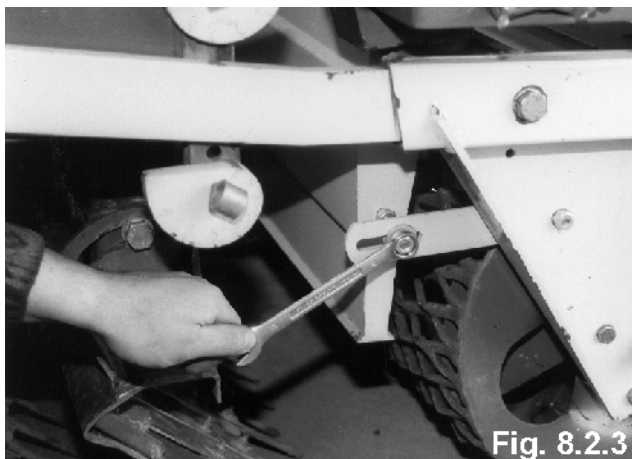

Fig. 8.2.3
- Draai beide M10-moeren aan beide zijden van de glijgoot los (afb. 8.2.3).